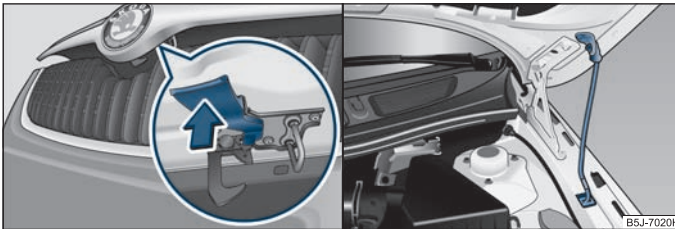

Abb. 135 Kühlergrill: Sicherungshebel / Sicherung der Motorraumklappe mit der Klappenstütze
- Ziehen Sie den Sicherungshebel ⇒ Abb. 135, die Motorraumklappe wird entriegelt.
- Nehmen Sie die Klappenstütze aus der Halterung und setzen Sie die Klappenstütze in die dafür vorgesehene Öffnung ⇒ Abb. 135 rechts.